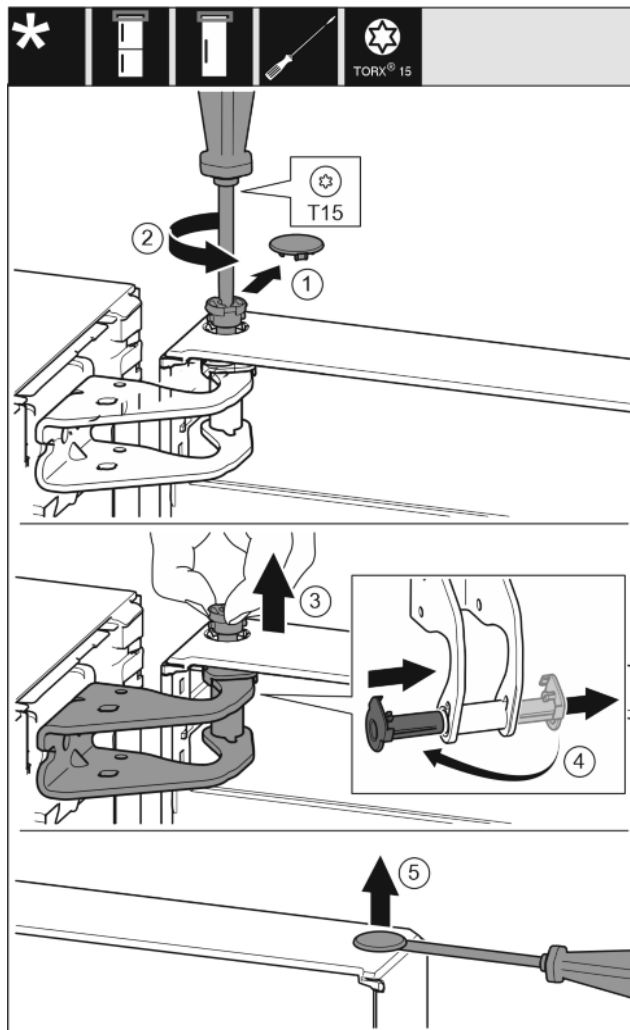

Fig. 9
- Bezpečnostní kryt opatrně stáhněte. Fig. 9 (1)
- Šroubovákem T15 o kousek vyšroubujte čep. Fig. 9 (2)
- Dveře podržte a čep vytáhněte prsty. Fig. 9 (3)
- Vytáhněte ložiskové pouzdro z vedení. Vložte z druhé strany a zaklapněte. Fig. 9 (4)
- Plochým šroubovákem opatrně nadzvedněte zátku z ložiskového pouzdra dveří a vytáhněte ji. Fig. 9 (5)